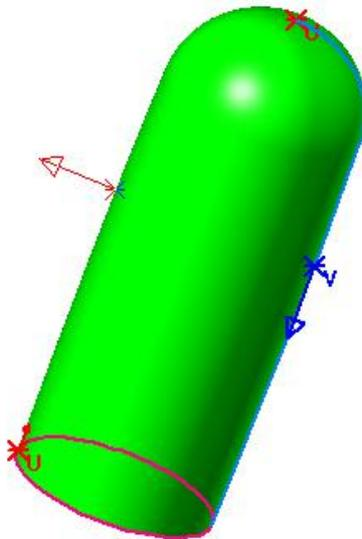

图 7-6 生成的导动面及曲面法向
- d) 以生成的样条曲线做旋转母线，Z 轴做为旋转轴，旋转 360 度生成一旋转面，即曲面投影加工使用的导动面。同时检查导动面法向以及流线方向是否正确，下图 7-6 为生成的导动面和曲面法向的正确方向。